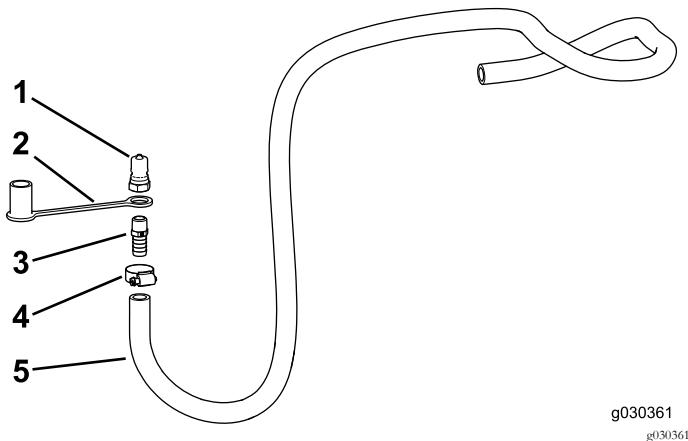

Figura 28
2. Enrosque a união reta (3/8 NPT x 5/8 estriada) no acoplador macho (Figura 28).
4. Deslize o bujão de resguardo por cima da extremidade estriada do conjunto (Figura 28).